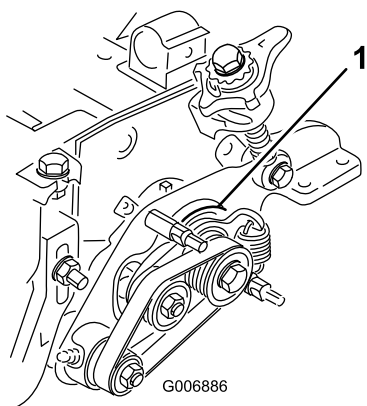

図 33
6. メインドライブのブッシュ 図 33 が駆動ハブの周囲を自由に回転できることを確認する。